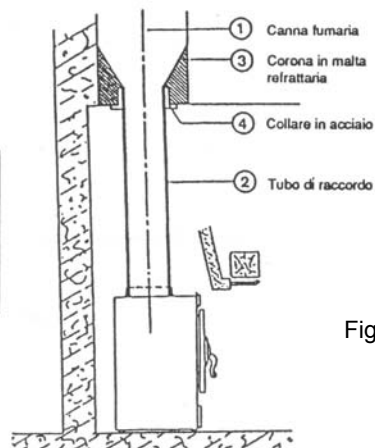

Fig. 10
- . Nel caso in cui l'architrave fosse costruita in materiale combustibile (per es. trave in legno), è necessario prevedere una protezione con materiale incombustibile, l'impiego di un deflettore o del frontone (v. DTU 24-2-2 e l'esempio in Fig. 10).
Collegamento lato camino (v. esempio fig. 10)°: